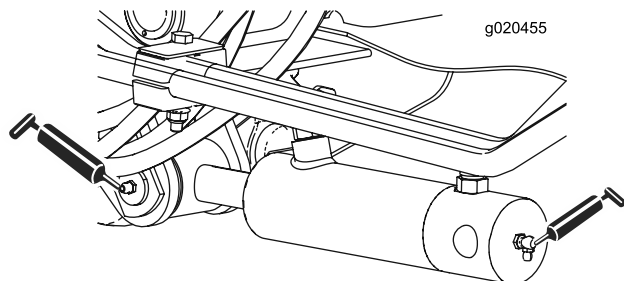

Figura 40
- Casquillos de los cilindros del brazo de elevación (2 en cada uno) (Figura 40)